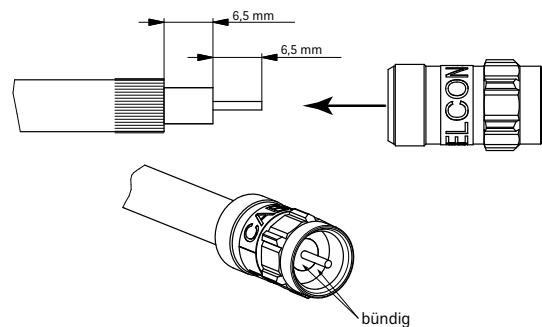

Abb. 4: Stecker montieren
2. Beiliegende Self-Install-F-Stecker auf den Kathrein Kabeltyp LCD 90, LCD 111 A+, LCD 115 A+ oder LCD 130 A+ montieren und am LNB anschließen (siehe Abb. 4).